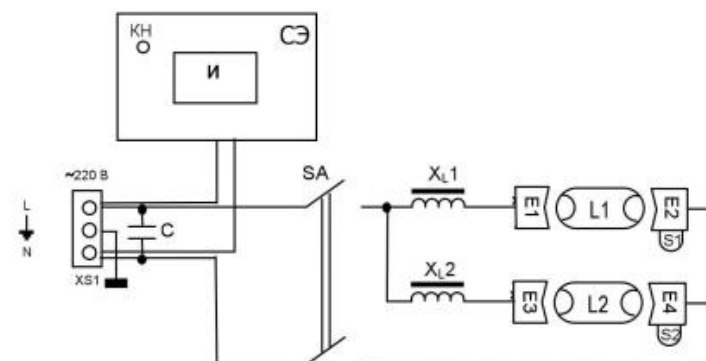

Рис.7
- Отсоединить провода счетчика электронного от клеммной колодки, расположенной на задней стенке правого торцевого блока (рис. 7 Приложение 1).
- Установить провода в клеммную колодку, расположенную на задней стенке правого торцевого блока (рис.7 Приложение 1).